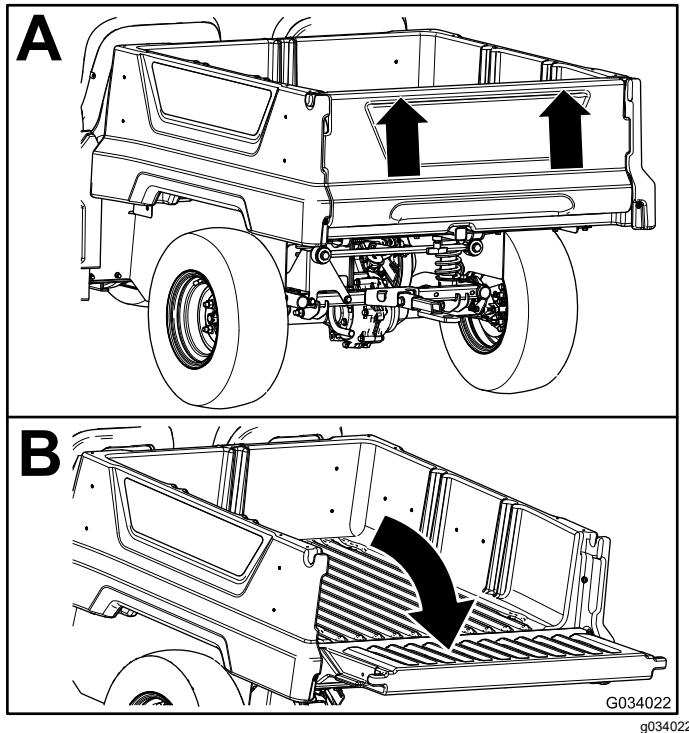

Figura 18
2. Usando ambas manos, levante el portón trasero usando el resalte situado cerca de la parte superior del portón (Figura 18).
3. Baje el portón hasta que quede enrasado con la parte inferior de la plataforma de carga (Figura 18).